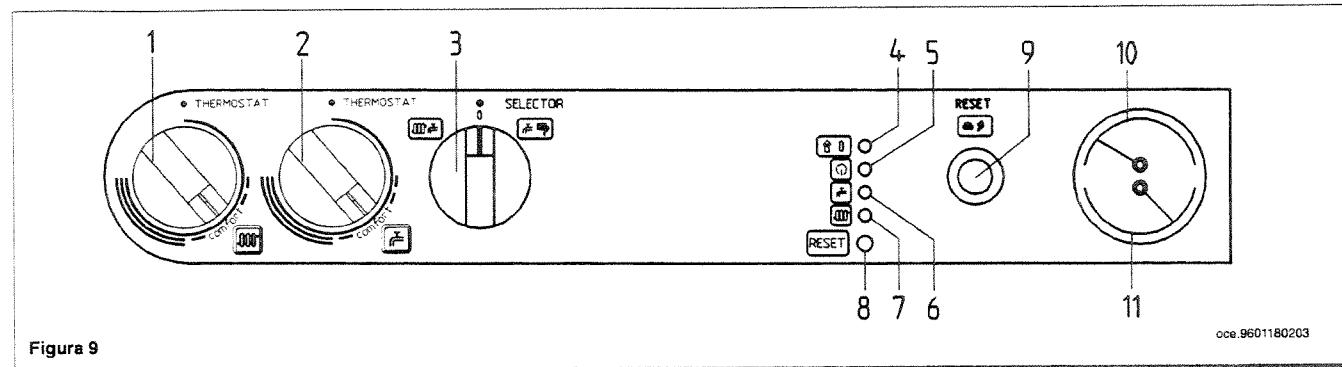

Figura 9
Con este potenciómetro es posible regular el tiempo de espera en calentamiento cada vez que se produzca una intervención del dispositivo de regulación (1 figura 9 página 17) de 1 a 7 minutos.
- aprire il rubinetto gas e ruotare la manopola (3) di figura 9 predisponendo la caldaia in posizione estate ();
- abrir el grifo gas y hacer girar el botón (3) de figura 9, predisponiendo la caldera en posición verano ();